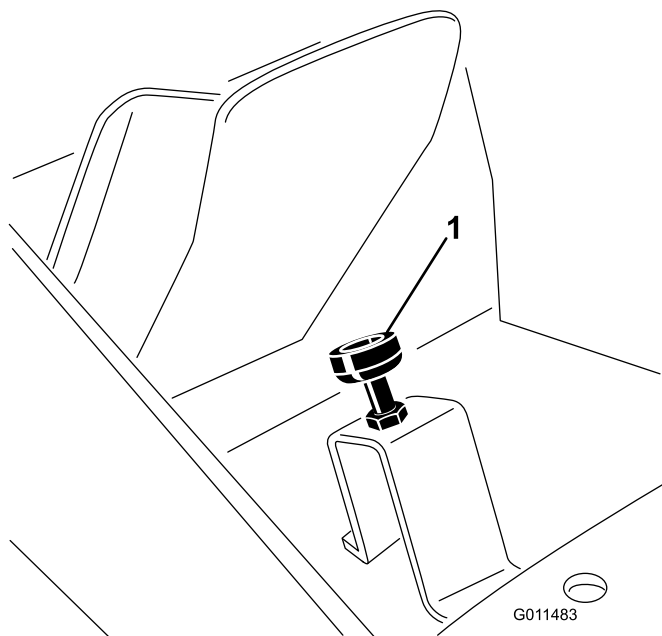

Figura 73
3. Suelte el pedal de tracción y ajuste el tope de media vuelta a una vuelta más hasta que el pedal entre en contacto con el tope justo antes de llegar al final de su recorrido; luego apriete las contratuercas (Figura 73).
2. Pise el pedal de tracción a fondo (Figura 73). Puede ser necesario aflojar las contratuercas y bajar el tope para permitir que el pedal llegue al final de su recorrido.